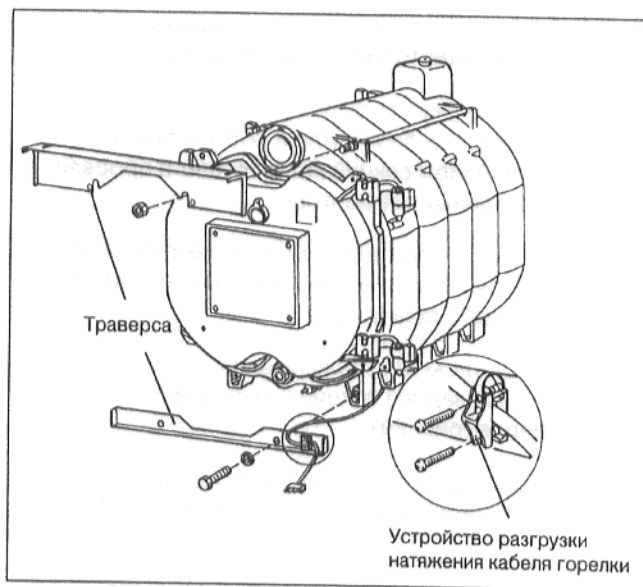

рис. 26
- Вставить траверсы вверху спереди между первой и второй гайкой анкерных штанг и зафиксировать на литых выступах (рис. 26). Окантовка передней траверсы должна быть обращена вперед.
- Привинтить кабель горелки с устройством разгрузки натяжения на нижнюю траверсу слева или справа в зависимости от места установки двери горелки (рис. 26).